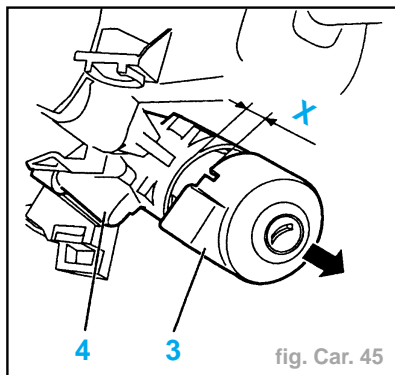

fig. Car. 45
- Retirer l'épingle (1) en tirant dessus.
- Tirer sur la cartouche de l'antivol (3) pour la dégager du boîtier (4) jusqu'en butée (X) de 10 mm (fig. Car. 45).